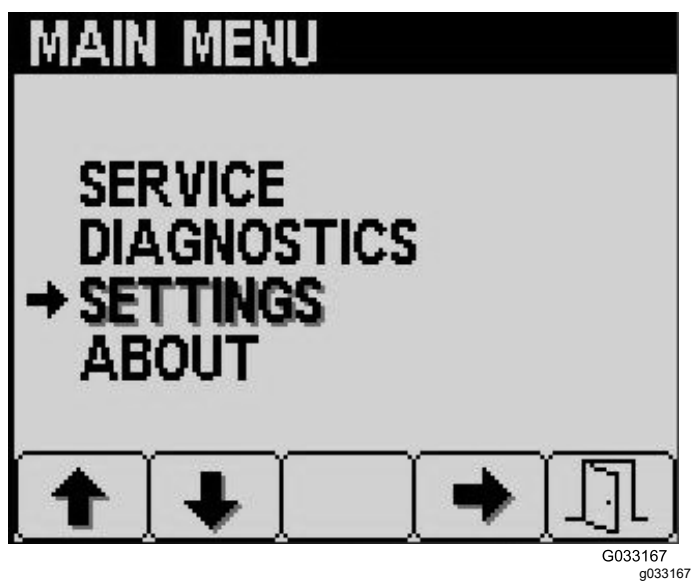
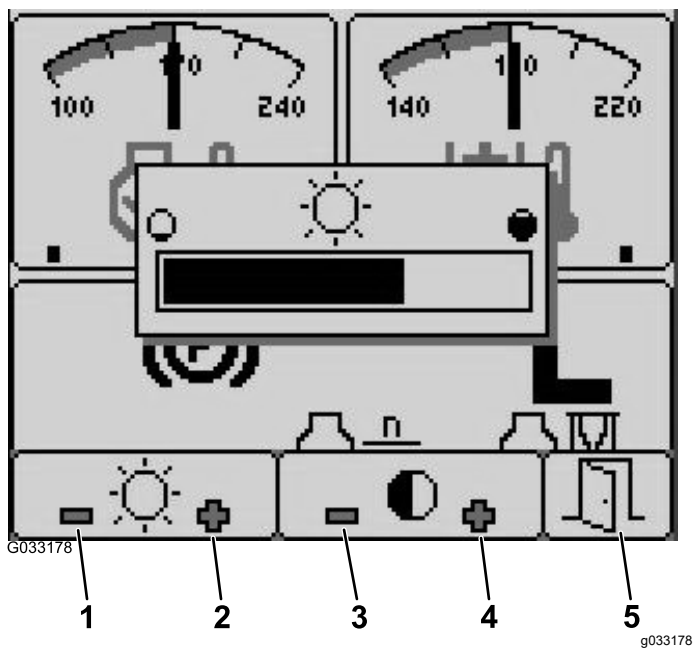

Figura 18
Figura 19
2. Desloque-se para cima ou para baixo para SERVICE (Serviço) no menu principal (Figura 18).
8. Saia do menu selecionando o botão EXIT (Sair)(porta) (Figura 18 ou Figura 19).
1. A partir do ecrã inicial, prima o botão 5 para aceder à barra do menu da luminosidade/contraste (Figura 19).
2. Prima o botão 1 para diminuir a luminosidade, o botão 2 para aumentar a luminosidade, o botão 3 para diminuir o contraste e o botão 4 para aumentar o contraste (Figura 19).
3. Quando tiver definido a luminosidade/contraste, prima o botão 5 para sair (Figura 19).